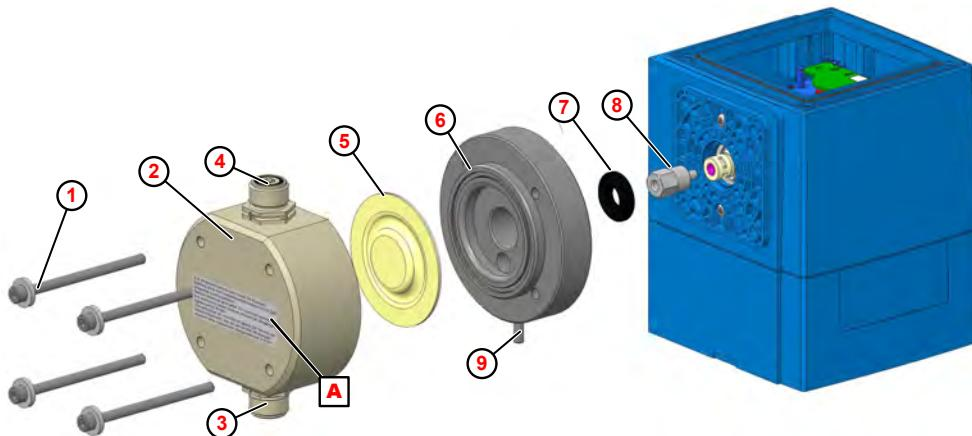

Fig. 24: Sostituzione di testa pompa, membrana e membrana protettiva
- 1.** Svitare la valvola di aspirazione e di mandata ( Fig. 24 , ③ e ④ ).
- 2.** Allentare e togliere le viti della testa pompa ① .
- 3.** Togliere la testa pompa ② .
- 4.** Svitare la membrana ⑤ .
- 5.** Rimuovere la piastra intermedia ⑥
- 6.** Togliere la membrana protettiva ⑦ .
- 8.** Inserire la piastra intermedia in modo tale che l'elemento di uscita membrana ⑨ sia rivolto verso il basso.